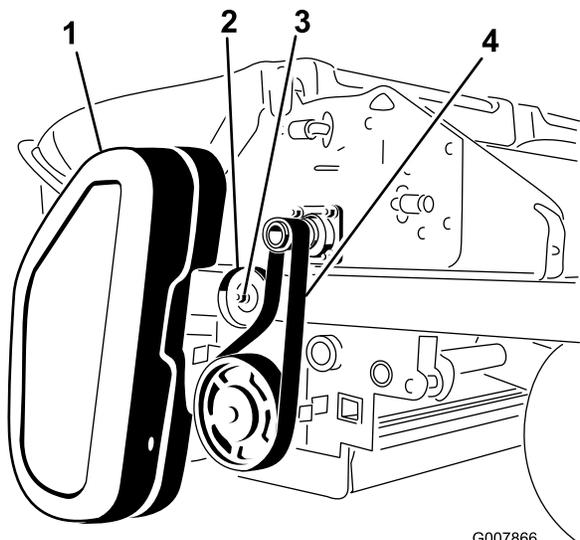

図 60
1. ベルト・カバー図 60を取り外す。
2. アイドラプーリのナットをゆるめる図 60。
3. チョッパーのシャフトとブラシのプーリから、ベルトを外す図 60。